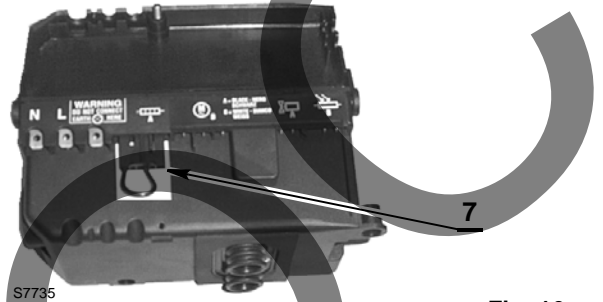

**Fig. 15**
- Desenrosque el tornillo 1)(Fig. 15), abra la protección 2) y retire todos los componentes.